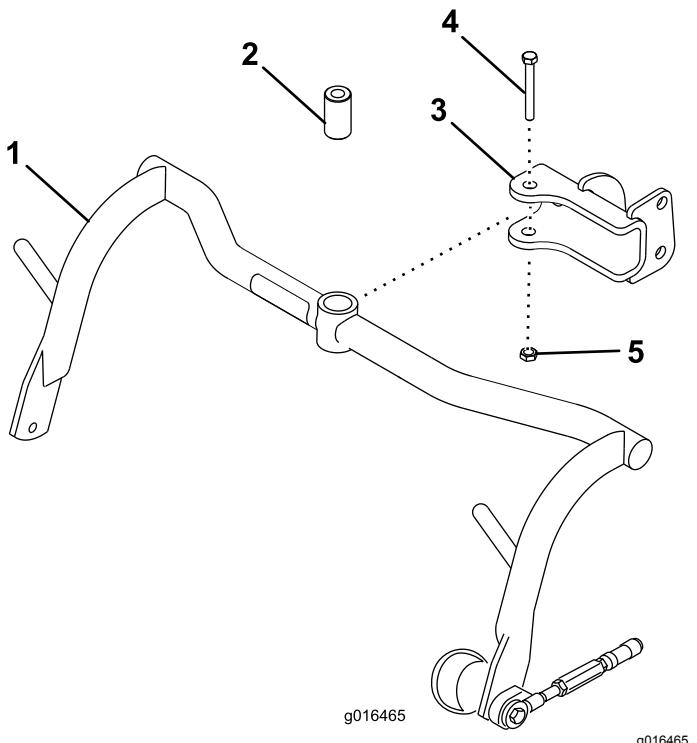

Figura 8
- Monte un conjunto de bastidor de tiro en cada horquilla con un suplemento, un perno (1/2" x 3 1/4") y una contratuerca (1/2"); consulte la Figura 8. Apriete a entre 91 y 113 N·m.